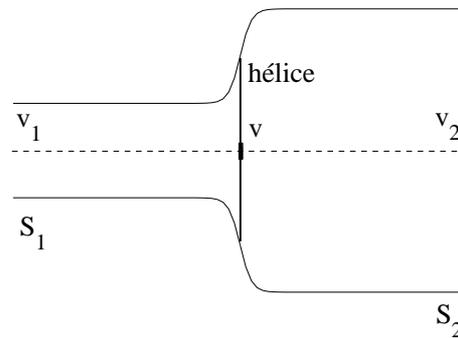

FIGURE 3.4 – Hélice en rotation.
**Exercice 29.** Une hélice est mise en rotation autour d'un axe horizontal par un liquide incompressible de masse volumique  $\rho$  (figure 3.4). Les hypothèses sont les suivantes :